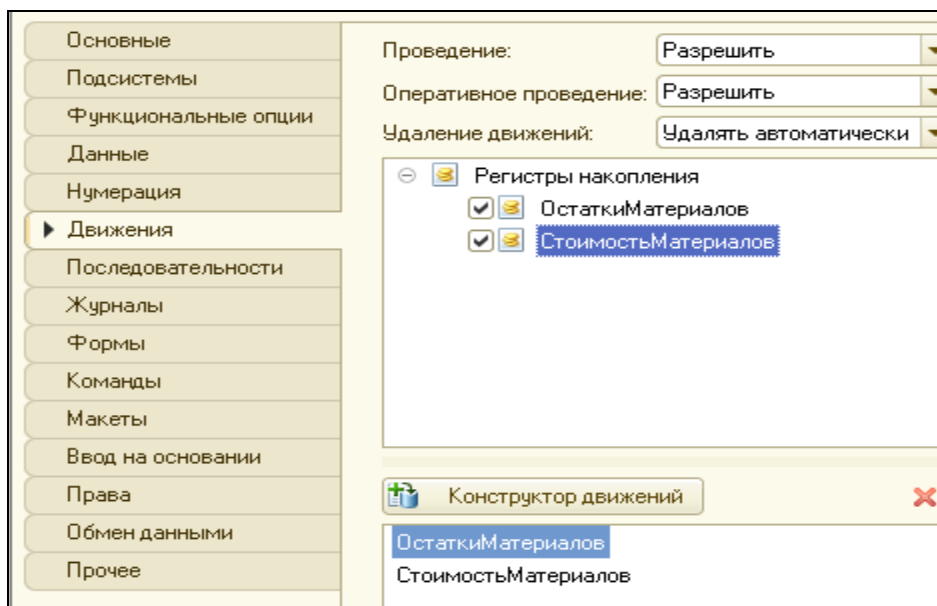

Рисунок 3.24 Список регистров накопления
5. Проведем приходную накладную по двум регистрам. Открыть в дереве конфигурации документ **ПриходнаяНакладная** и перейти на закладку **Движения**. В списке регистров маркировать движение и по регистру **СтоимостьМатериалов** (рис.3.24).